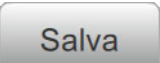

Figura 6-8: Editor di riferimenti personalizzati
4. Viene visualizzata la schermata Editor di riferimenti personalizzati, come da Figura 6-8.
4. Viene visualizzata la schermata Editor di riferimenti personalizzati, come da Figura 6-8